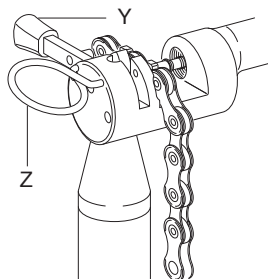

Fig.10
- Bloquez le maillon à l'aide du dispositif de blocage approprié (Z - Fig. 10).
- Contrôlez que la languette de l'outil UT-CN400 se trouve dans la position extérieure (Y - Fig. 10).